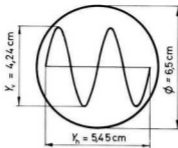

Bild 368
– Ablenkung in Bild 368 einzeichnen
– Auslenkung in Bild 368 einzeichnen